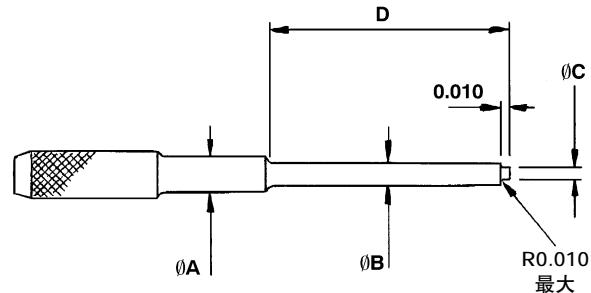

图 7. (用于敲打) 轴销的冲头外形尺寸
5. 转动球体以便接近轴销，用一改进型平行销冲头（见图 7）把轴销（件号 10）从轴和球体凸缘处敲出（见图 7）。
7. 用尖冲头（图 7）将轴销（件号 10）打入球体和驱动轴。把轴销定位在它的中心线恰好穿过驱动轴线。